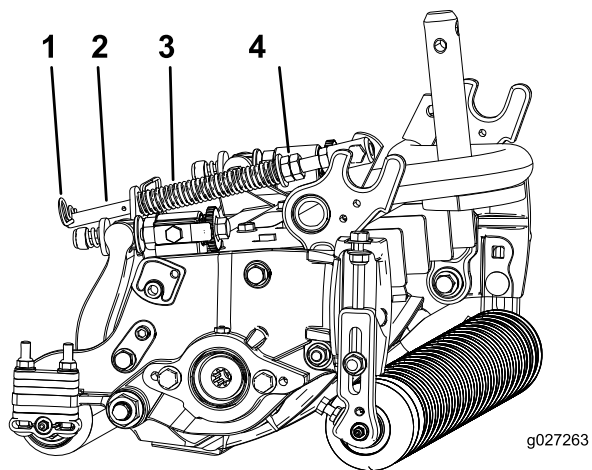

Figura 19
1. Verificate che la coppiglia sia montata nel foro posteriore dell'asta della molla (Figura 19).
2. Serrate i dadi esagonali sul lato anteriore dell'asta della molla, finché la lunghezza compressa della molla non è di 15,9 cm (Figura 19).